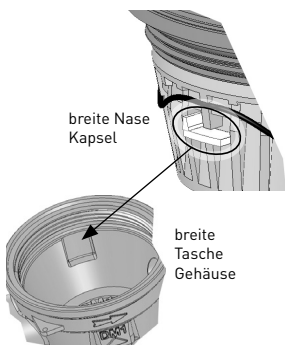

Bild 5 (Verdrehschutz)
- Trockenkapsel in die Vormontage einsetzen → **FLIESSRICHTUNG BEACHTEN!** Den breiten Verdreherschutz (breite Nase) der Trockenkapsel in die dafür vorgesehene breite Gehäusenut (breite Tasche) einsetzen (Bild 5).